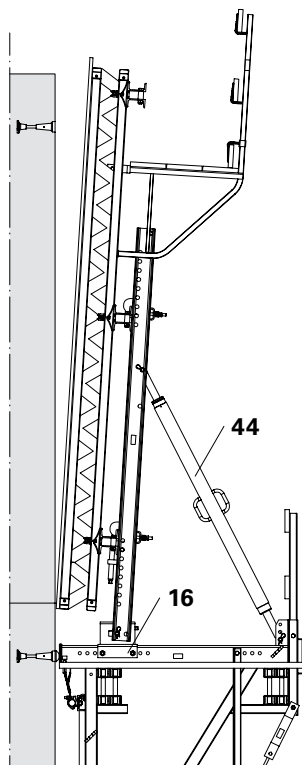

Fig. B1.15
2. Allentare il dispositivo di posizionamento e arresto CB 160 (16).
3. Inclinare la cassaforma con il puntone di stabilizzazione CB 164-225 (44).
- (Fig. B1.15)